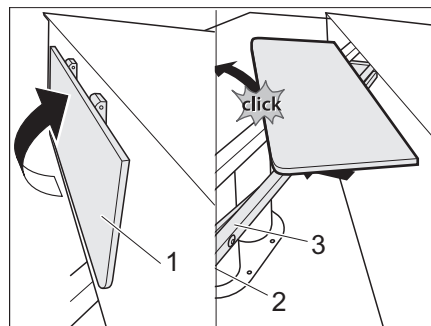

Fig. 112 Sollevare il bordo di appoggio
- Sbloccare il bordo di appoggio (Fig. 112,1) e ruotarlo verso l'alto fino allo scatto in posizione.